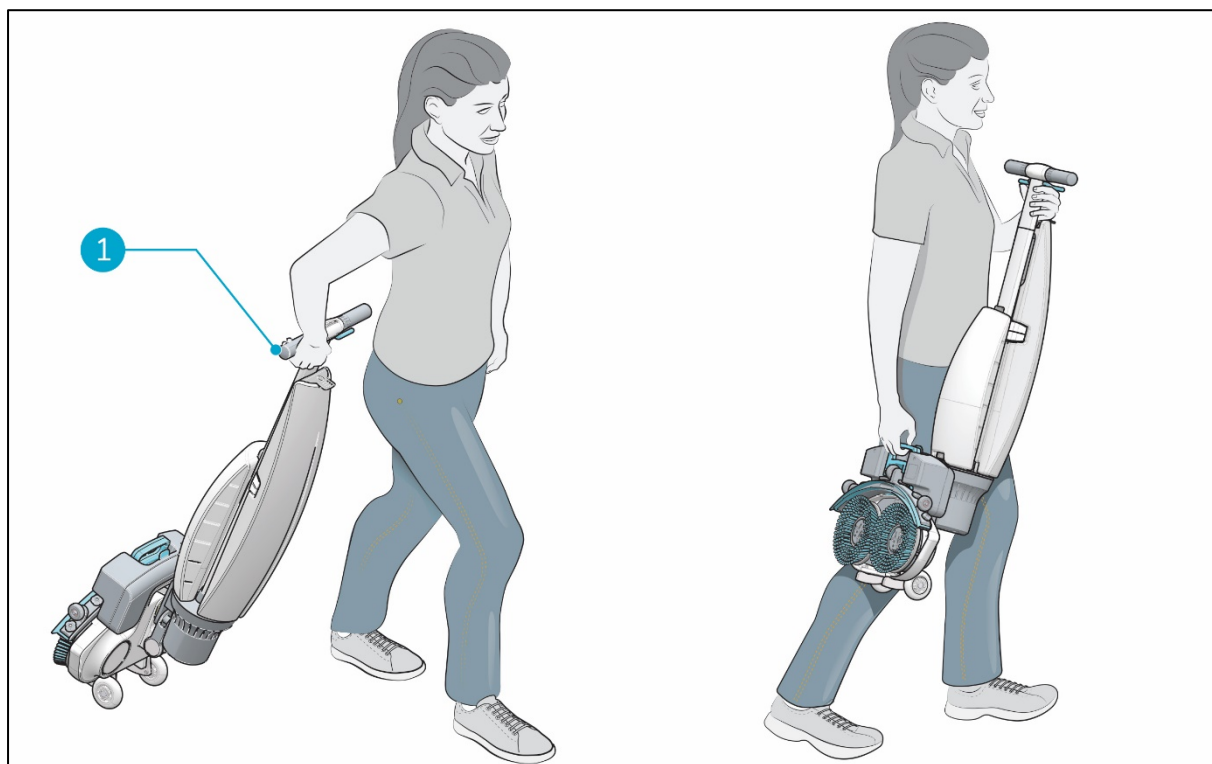

Figura 15
2. Sujeta el asa con una mano (Figura 15, pos. 1).